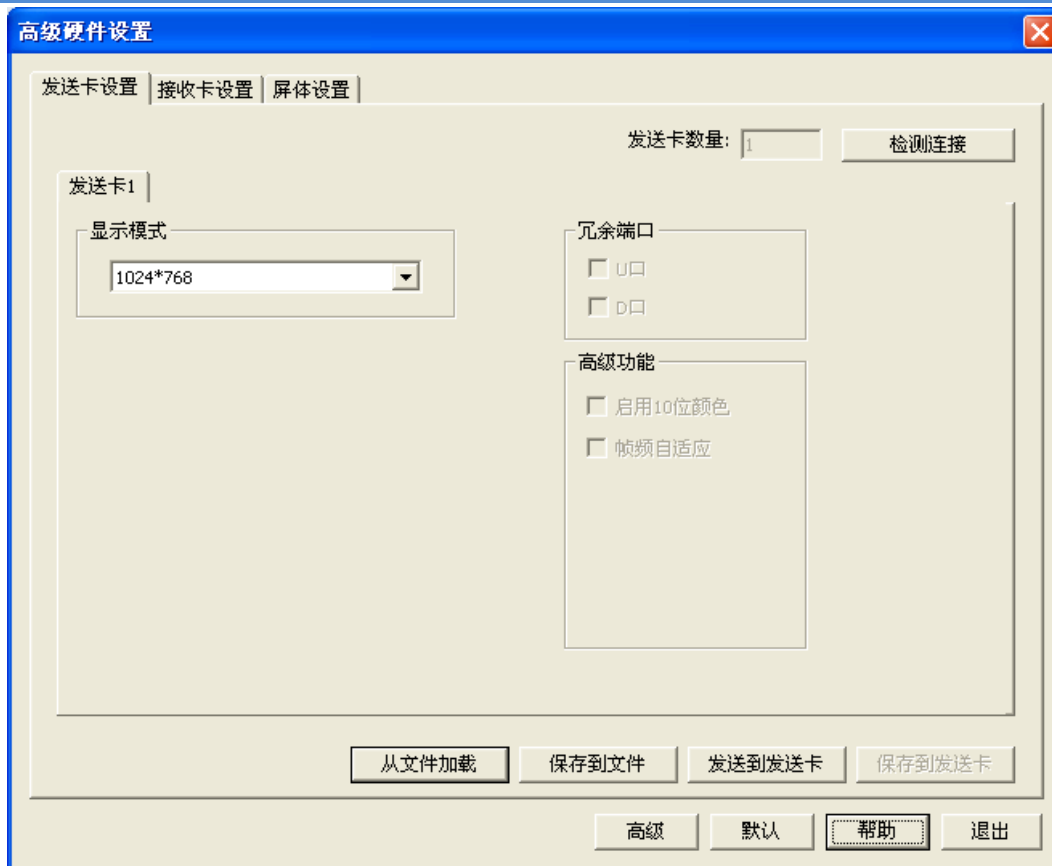

图 4-10 发送卡设置
- (4) 在【高级硬件设置】界面,我们可以看到有三页设置菜单:发送卡设置、接收卡设置、屏体设置,如图 4-10, 下面依次进行设置。